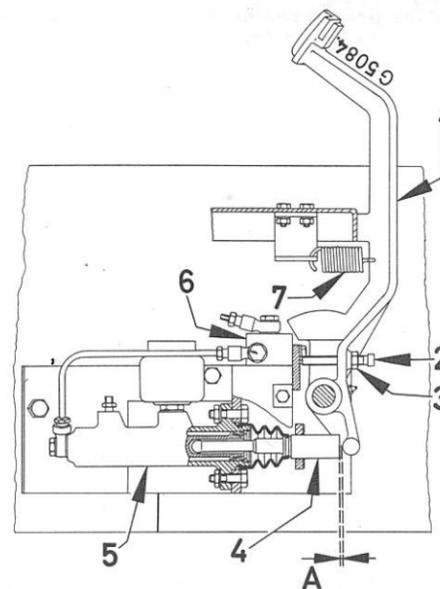

Fig. 84
- Décrochez les ressorts de rappel (7), Fig. 84.
Raccrochez les ressorts de rappel (7) Fig. 84.
A intervalles réguliers indiqués dans le guide d'entretien, vérifiez le jeu (A) Fig. 84, les pédales étant en position de repos.